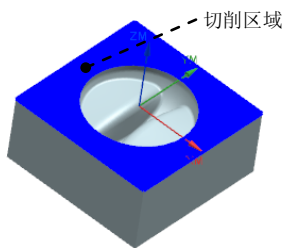

图 17.13 指定切削区域
Step2. 在图形区选取图 17.13 所示的切削区域, 单击“切削区域”对话框中的 **确定** 按钮, 系统返回到“底面壁”对话框。